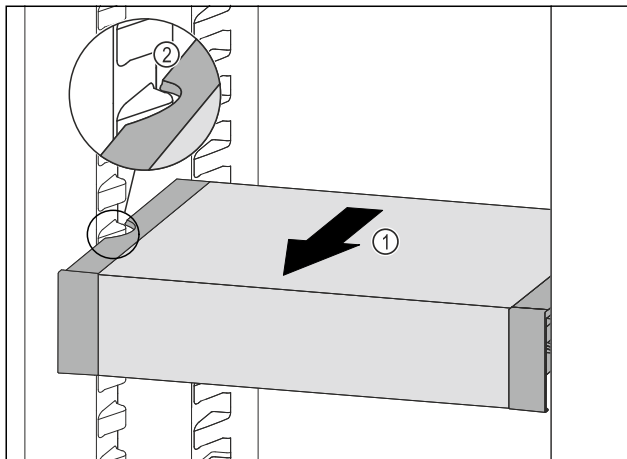

Fig. 115
- Tirare VarioSafe in avanti Fig. 115 (1) fino a quando le cavità laterali di VarioSafe non si trovano al livello della nervatura del contenitore nel vano frigorifero. Fig. 115 (2)